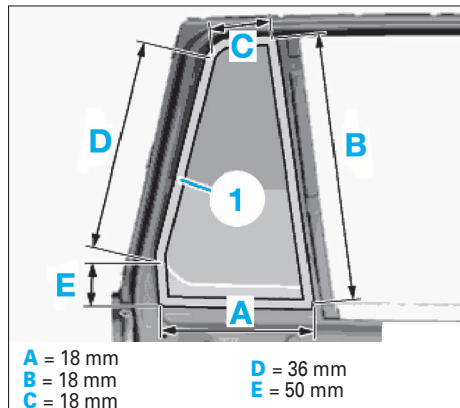

FIG. 106
- Régler le galet de la lame différemment dans les zones (A) à (E) (Fig.106).